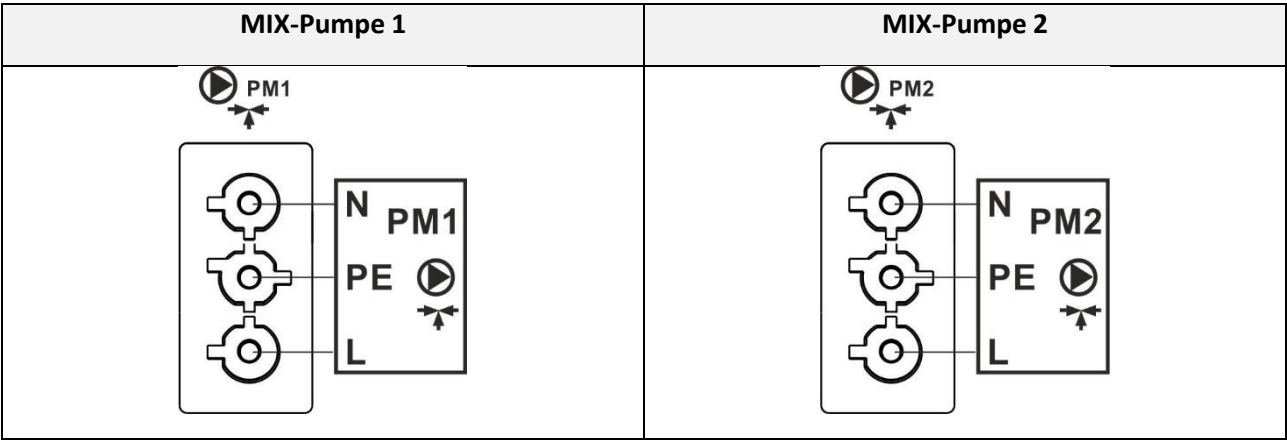

Abbildung 26: Schaltplan der MIX-Pumpen
- Schließen Sie die MIX-Pumpe über den Anschluss oben auf der Schalttafel an das Steuergerät an (siehe Abbildung 26), entsprechend der technischen Dokumentation des Pumpenherstellers.